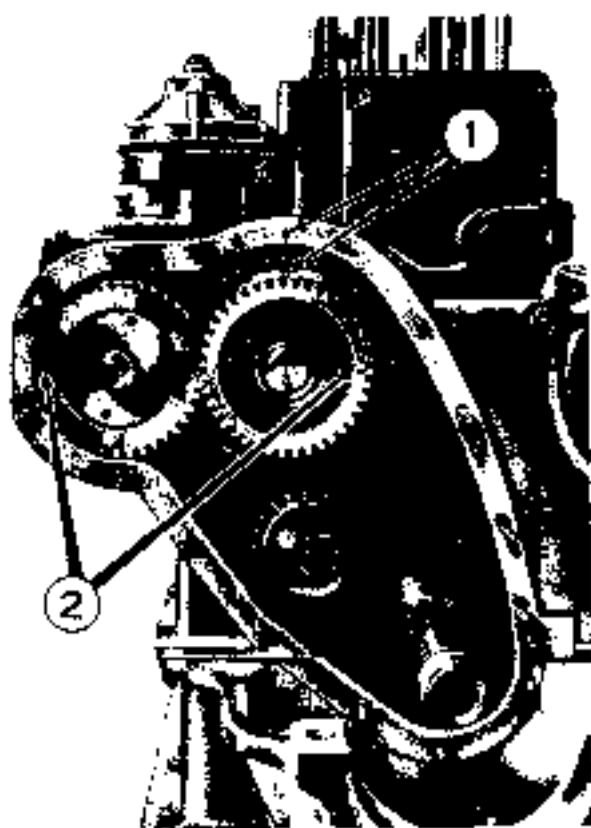

Fig. 01.6 - Bilirimech messa in fase distribuzione.
- Colettere in tale posizione l'ingranaggio di comando sull'albero pompa iniezione, curando che il segno di riferimento coincida con quelli stampati sull'ingranaggio sull'albero distribuzione (interamente 2 a fig. 01.6).
Coilare la catena distribuzione (v. fig. 01.6).